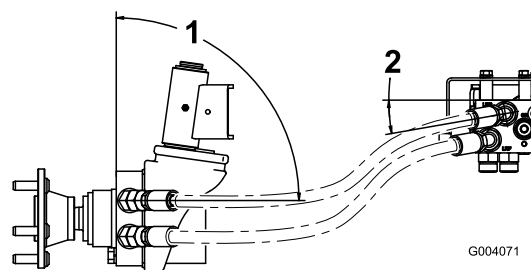

Рисунок 7
2. Направьте два левых шланга к левому приводу колеса. Подсоедините верхний шланг коллектора к верхнему штуцеру привода колеса, а нижний шланг коллектора – к нижнему штуцеру привода колеса (Рисунок 7). Если шланги не будут проложены правильно, они могут соприкасаться с шинами или задним бампером, что может привести к повреждению шлангов.